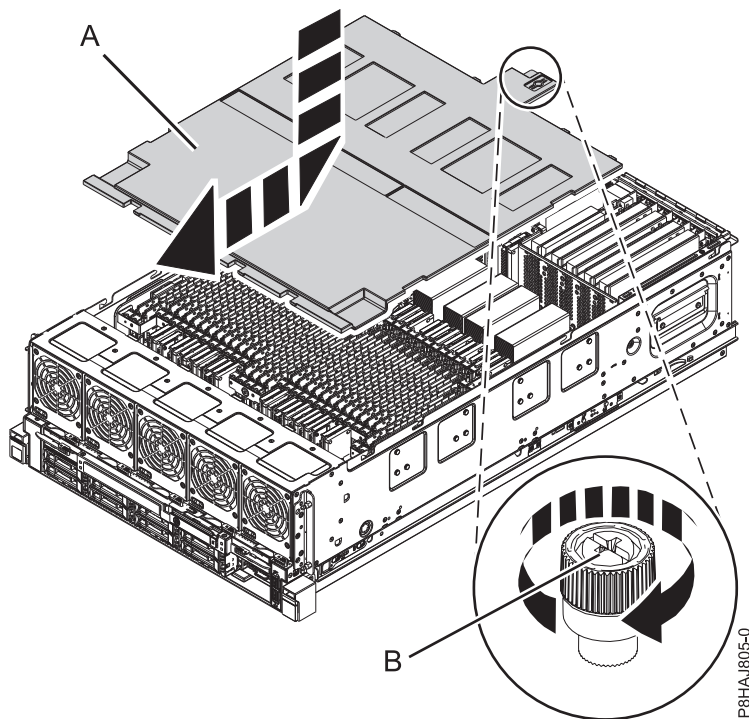

Figura 29. Substituindo a tampa de segurança
2. Empurre a tampa de segurança (A) na direção do chassi.
3. Aperte o parafuso (B) ao girá-lo na direção mostrada no Figura 29 na página 48 para prender a tampa de segurança no chassi.